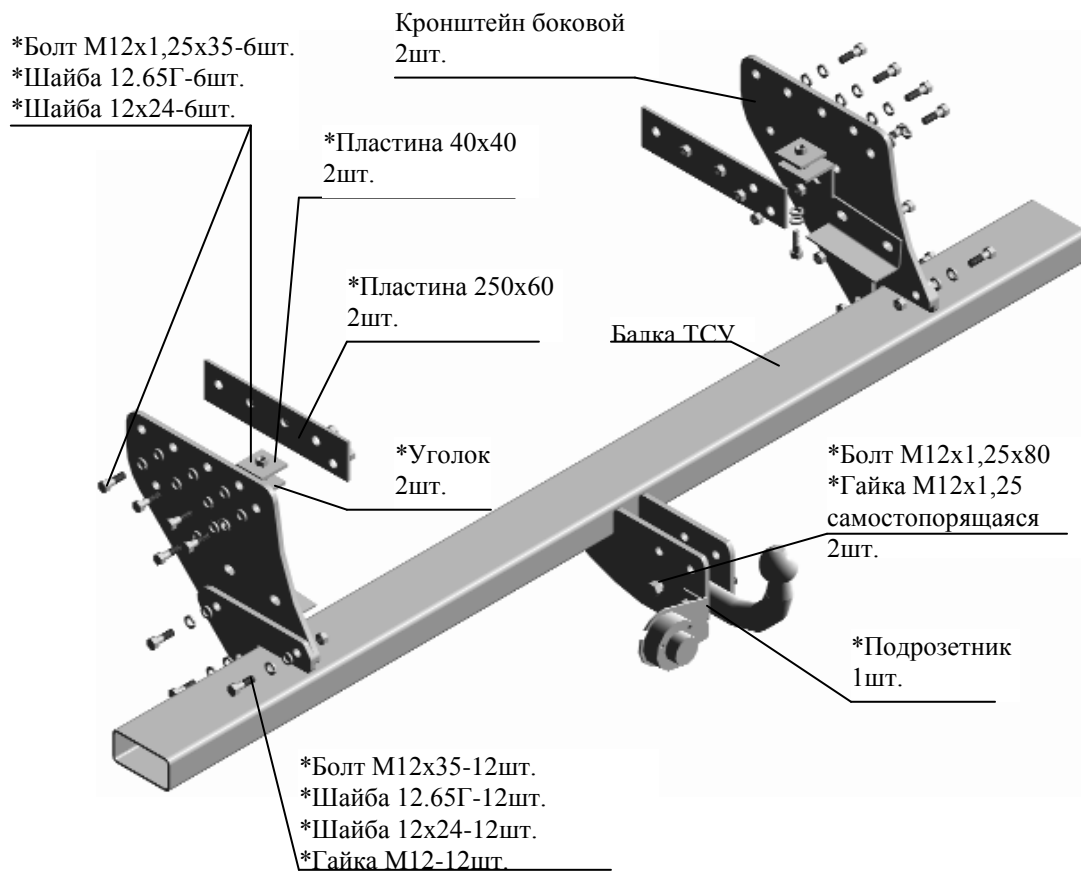

Рис.1 Тягово-сцепное устройство 7110Эж
2.1 ТСУ 7110 в сборе (рис.1)	1 шт.
2.2 Пакет с комплектующими (см. рис.1)	1 шт.